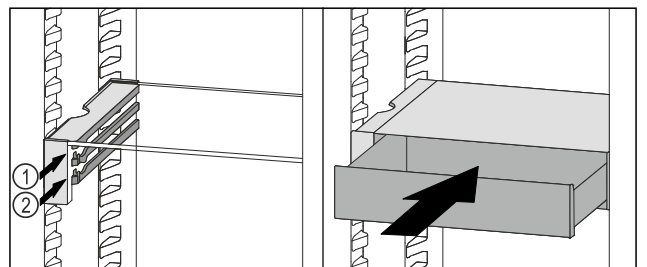

Fig. 121
- ▶ VarioSafe-Schubfach hinter den Stopperrn auf gewünschter Rippe Fig. 121 (1) oder Fig. 121 (2) aufsetzen.